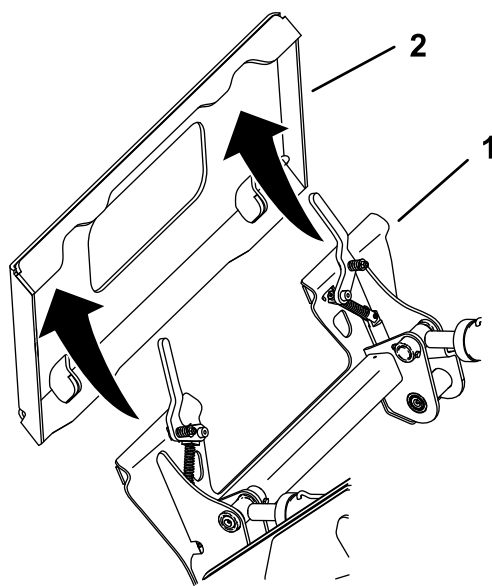

Figure 55
5. Insérez la plaque de montage dans le bord supérieur de la plaque réceptrice de l'accessoire (Figure 55).